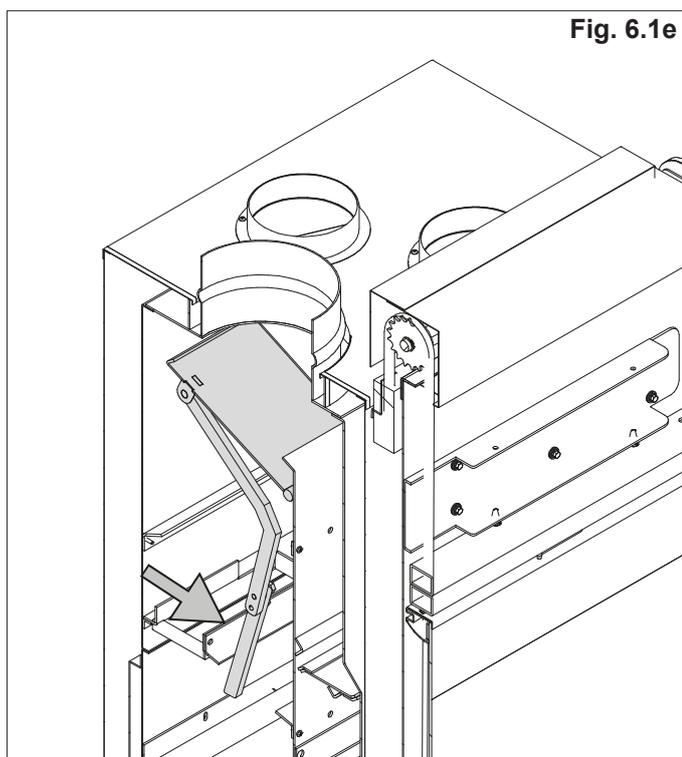
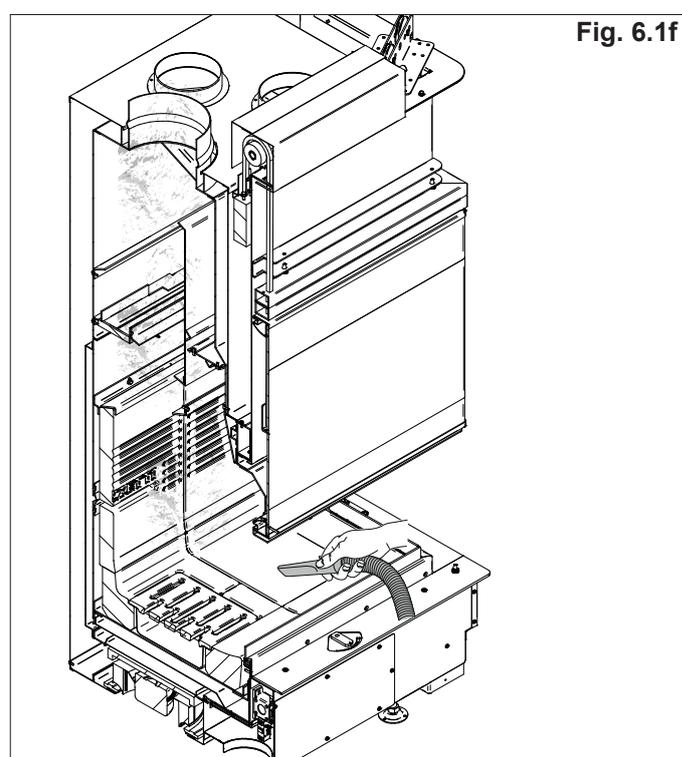

Fig. 6.1e
Fig. 6.1f
- Portare la valvola di ispezione canna fumaria in posizione aperta sbloccando l'asta e procedere alla pulizia come da schema (Fig. 6.1e - Fig. 6.1f).